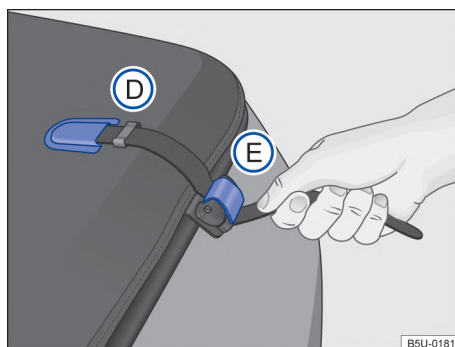

Fig. 49 Fijación de la capota marítima.
- Retirar el extremo de la cinta de alojamiento → fig. 49 **(D)**, en los laterales de la capota marítima, y forzar la cinta hacia abajo, para desbloquear la traba **(E)**.